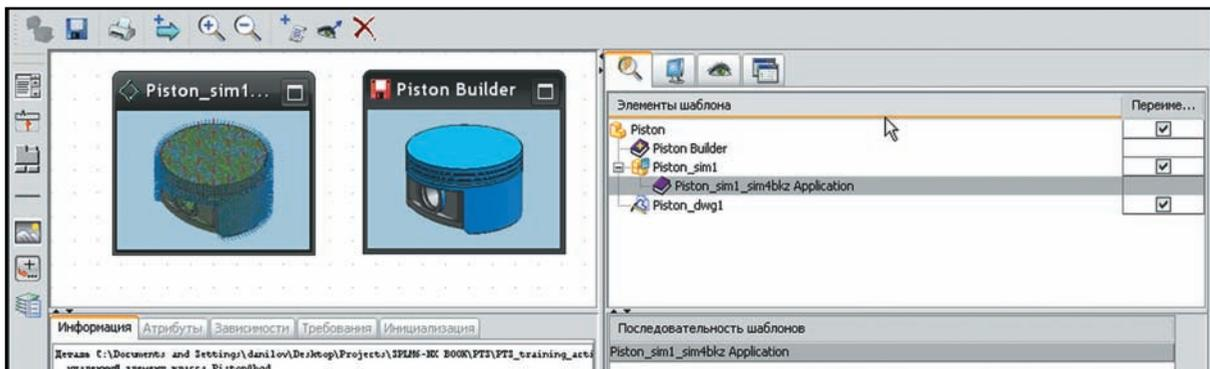

Рисунок 10.35 Заготовка шаблона расчётной модели
- В левом верхнем окне к шаблону 3D модели будет добавлен шаблон расчётной модели. В правом верхнем окне на вкладке **Навигатор шаблонов** появится соответствующая строка (рис. 10.35).